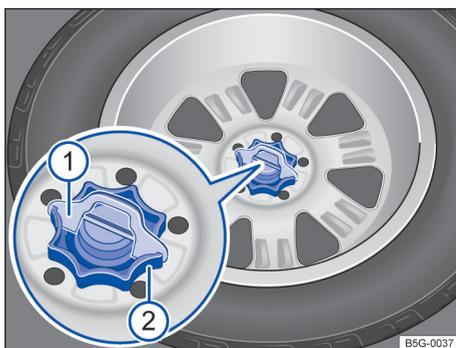

Fig. 183 No compartimento de bagagem: **A** Roda recartilhada para fixar a roda sobressalente. **B** Roda recartilhada para fixar a roda de emergência.
- Conforme o caso, extraia a cunha de segurança contra rodagem → Fig. 183 ① para cima.
- Desrosqueie por completo a roda recartilhada central que sujeita a roda sobressalente ②, no sentido anti-horário, e extraia a roda sobressalente ou roda de emergência.